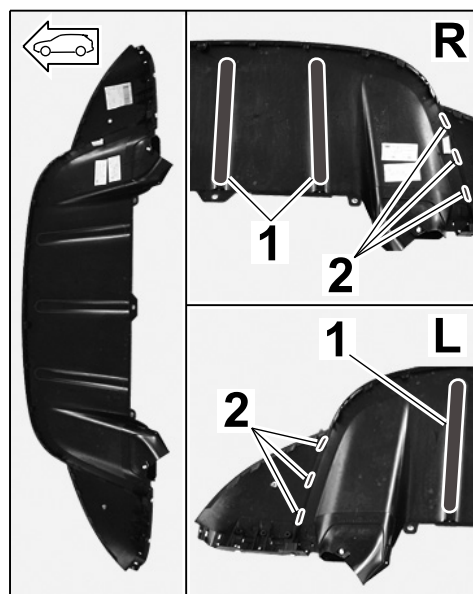

Рис. 4
- 1.6.2 Очертить видимым маркером отметки усилительного ребра и стопорных выступов, нанесенные на внутренней стороне переднего спойлера ($\Rightarrow$ Рис. 4).